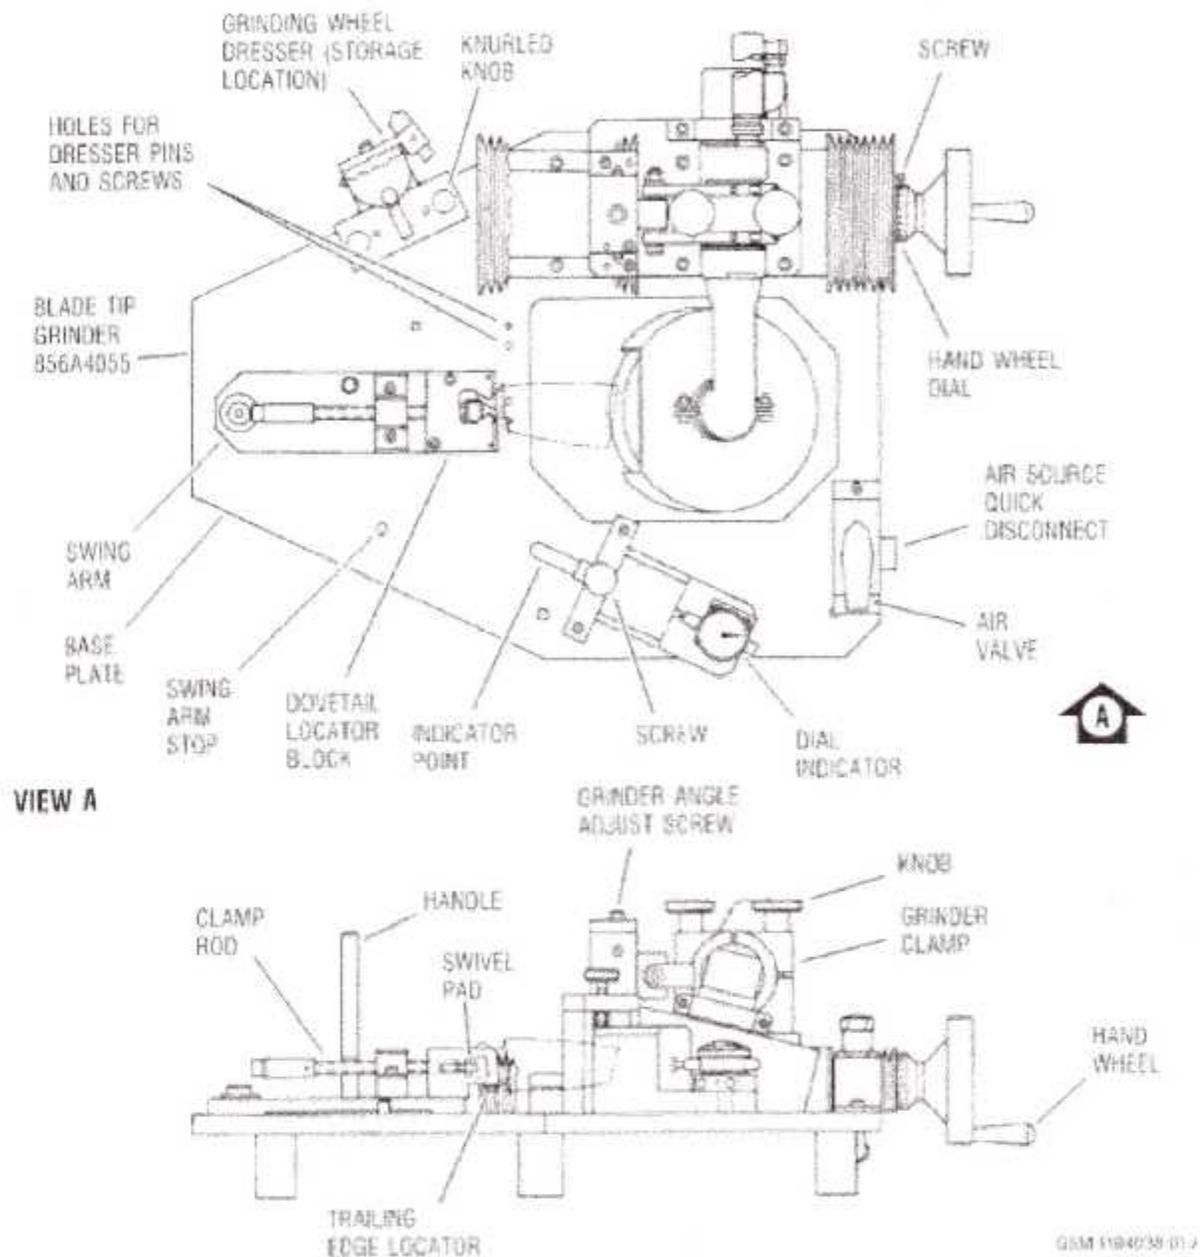

Fig. IV. 9 : Meulense de la Pointe, 856A4055G12.
- Procédure alternative. Rectifie chaque nouvelle ailette. On la meuleuse de la pointe de l'ailette. Cela s'assurera que la longueur radiale de la nouvelle ailette soit la même ou un peu plus longue que la longueur de l'ailette enlevée. (fig. IV. 9).